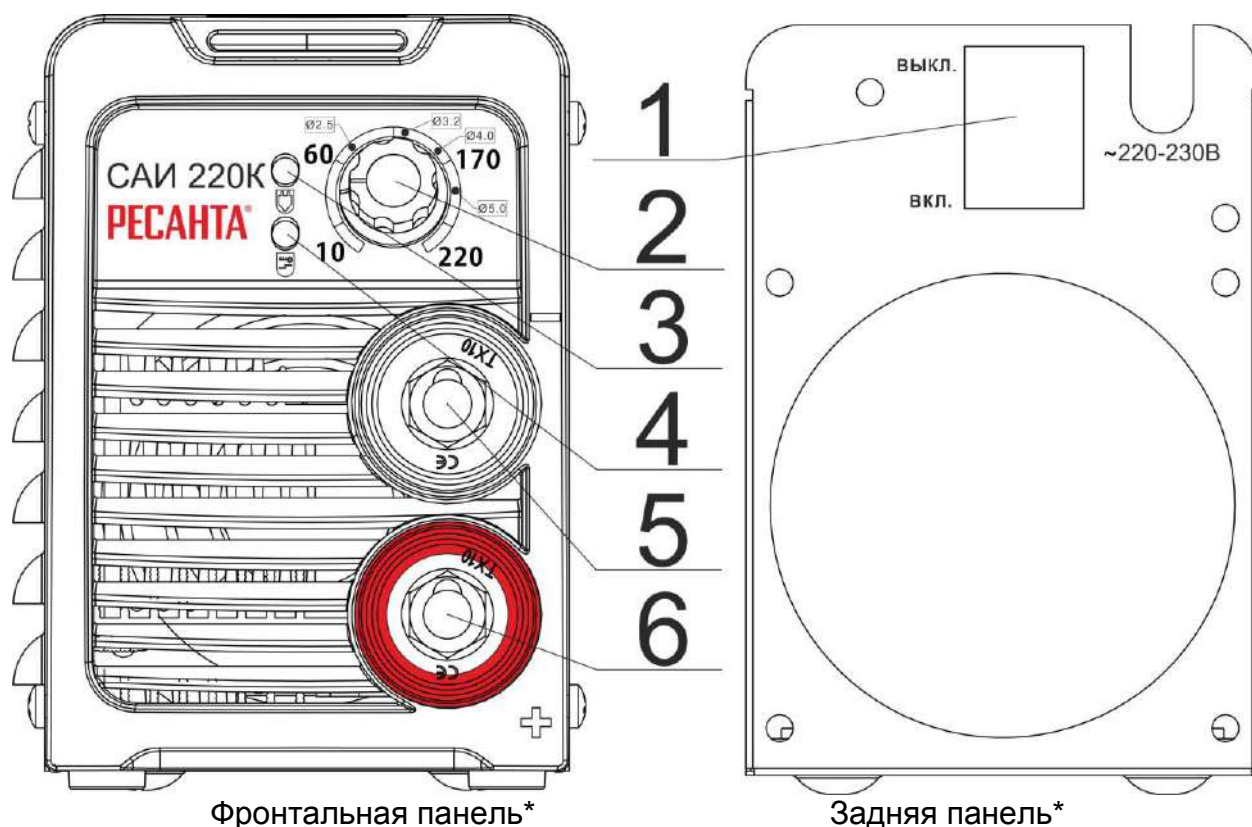

рис. 1
Изделие выполнено в металлическом корпусе. На передней панели имеется регулятор величины сварочного тока (рис.1 поз.2), индикатор "сеть" (рис.1 поз.3), индикатор "перегрев" (рис.1 поз.4), а также силовые разъемы подключения сварочных кабелей (рис.1 поз.5,6). Аппарат оснащен принудительной системой вентиляции, ввиду этого, категорически запрещается закрывать чем-либо вентиляционные отверстия в корпусе.
1. Присоединить к силовым клеммам (см. рис.1 поз. 5 и 6) аппарата кабель с электрододержателем и кабель заземления в зависимости от требуемой для данной марки электрода полярности. В большинстве случаев кабель с электрододержателем подсоединяется к плюсовой клемме, а кабель заземления (масса) к минусовой клемме.
2. Убедиться в том, что выключатель "Сеть" (рис.1 поз. 1) находится в положении "ВЫКЛ".
4. Убедиться в том, что регулятор (рис.1 поз. 2) находится в положении минимального сварочного тока.
5. Включить аппарат выключателем "Сеть" (рис.1 поз.1).
6. Вставьте необходимый электрод в электрододержатель и поворотом регулятора величины сварочного тока (рис.1 поз. 2) установить требуемое значение, согласно нижеприведенной таблице. Рекомендуется всегда следовать инструкциям производителя электродов, так как в ней указаны и полярность подсоединения кабелей, и оптимальный ток сварки.
8. После окончания производства сварочных работ установить регулятор (рис.1 поз. 2) в положение минимального сварочного тока.
9. Выключить аппарат выключателем "Сеть" (рис.1 поз.1).
- Держа сварочную маску перед лицом, «чиркните» электродом по поверхности свариваемой детали (как при зажигании спичкой). Данный метод наиболее продуктивный для зажигания сварочной дуги (рис.1).
1. Не горит индикатор "Сеть" (рис.1 поз.3)	1.Проверить подключение аппарата к сети. 2.Проверить положение выключателя "Сеть".
3. Загорается индикатор "Перегрев" (рис.1 поз.4)	1.Превышение величины ПН. Температура внутри аппарата высокая – дайте остыть аппарату. 2.Повышенное скопление пыли в аппарате – обратиться в сервисный центр